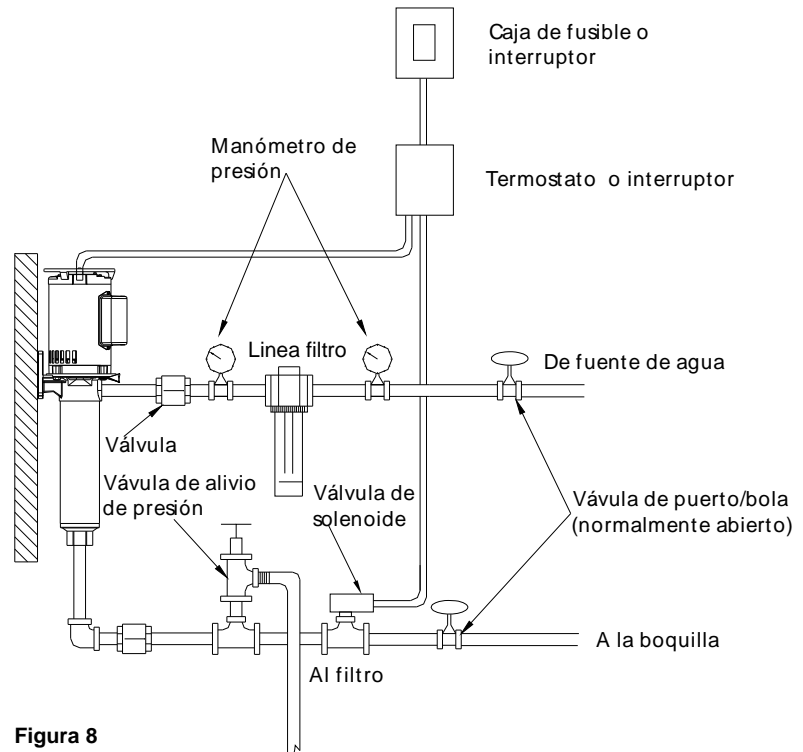

Figura 8
4. Siempre que la suciedad, arena o escombros se presenten en el agua de suministro, instale un colador o un filtro en el lado de entrada de la bomba (vea Figura 8)